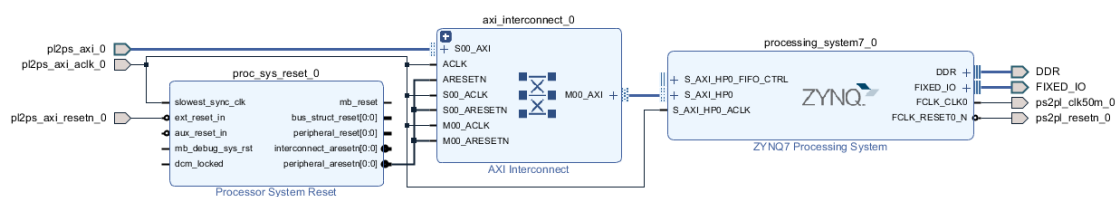

图 1-23 Block Design 完整结构
- 4) 连接 HP 接口和 HP 接口工作时钟。即连接 M00_AXI 和 HP 接口，连接 aclk 和 S_AXI_HP0_ACLK 接口即可完成 block design 设计，最终完整设计如图 1-23 所示：